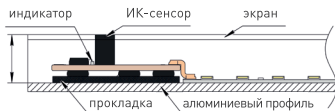
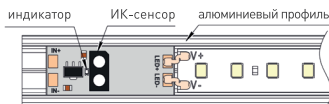

Рисунок 2. Микродиммер, установленный в профиль.
Рисунок 3. Микродиммер, установленный в профиль.
- 3.3. Установите микродиммер в профиль, приклеив его на двусторонний скотч таким образом, чтобы выступающая часть оказалась на уровне с рассеивателем профиля. Если уровень оказался ниже, используйте двусторонний скотч большей толщины или используйте прокладку необходимой высоты (см. Рис. 2 и Рис. 3).